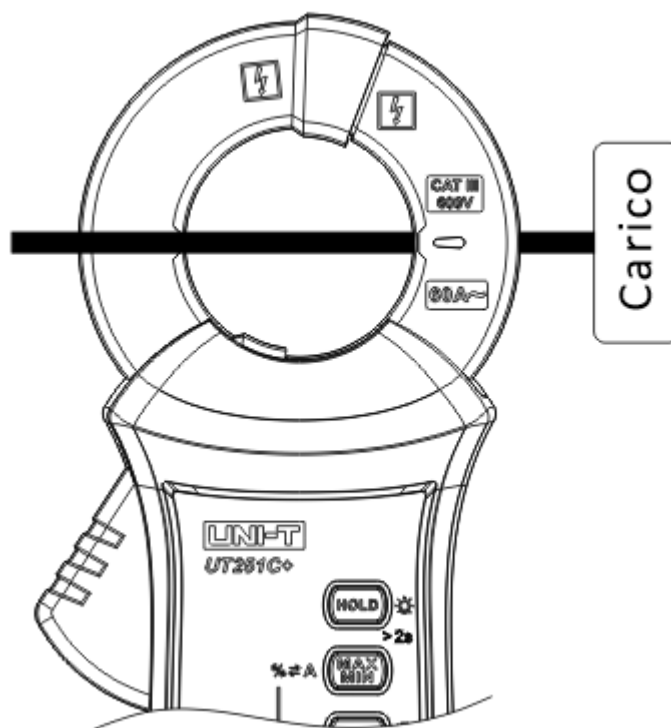

Figura 2-4 Misurazione della corrente di dispersione CA per uno dei fili del loop
- 5) Pinzare uno dei fili del loop e misurarne la corrente alternata, come illustrato nella Figura 2-4.
2. Misura delle armoniche (Figura 2-4)